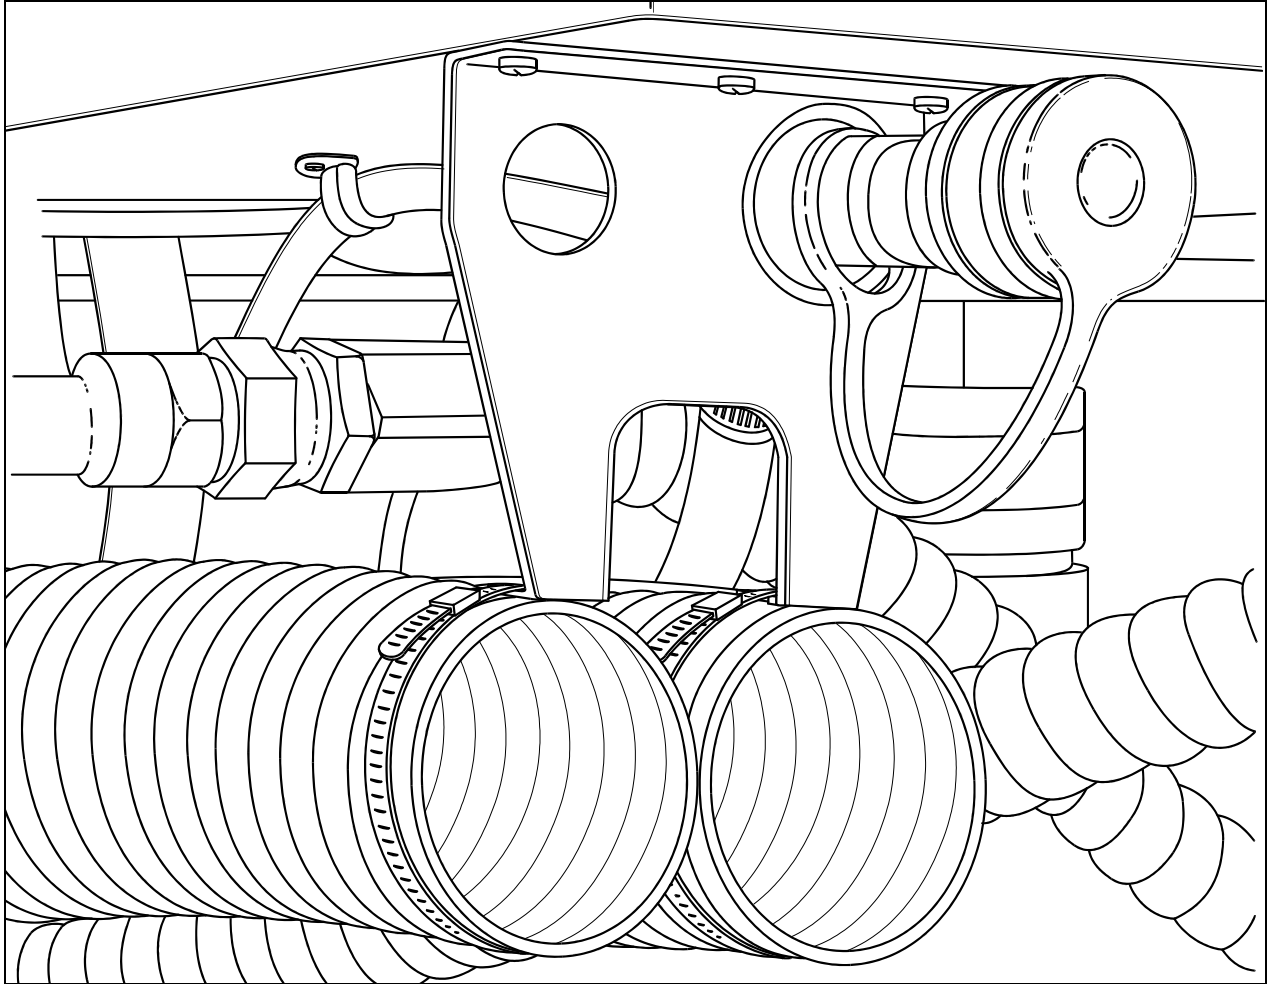

FIGURE 29 : SUPPORT POUR LES BOYAUX D'AÉRATION DES ALTERNATEURS
4. À l'aide de brides, attacher au support les boyaux d'aération des alternateurs (se référer à la figure 29).